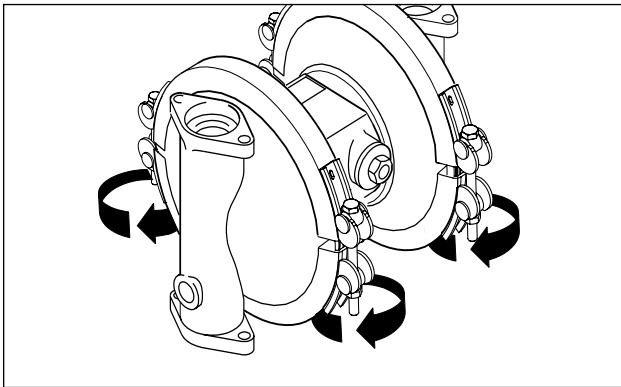

Fig. 9 Ouvrir les colliers de serrage.
- Défaire les colliers de serrage (si nécessaire, lubrifier à l'huile pour éviter le grippage des vis et écrous en acier inox) (Fig. 9). Sur les versions en acier inox poli (DB, DH), desserrer les vis du raccord laiterie.